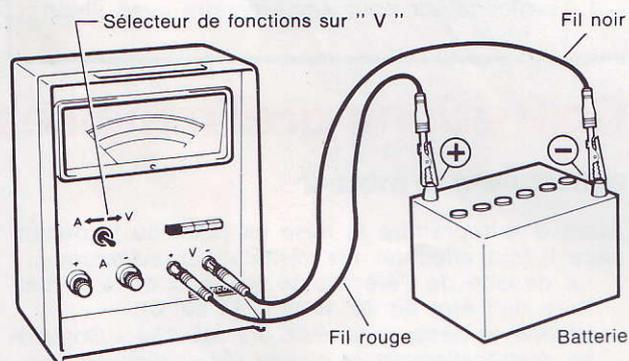

Figure 2
1. Mettre le commutateur du X 530 sur la position V comme indiqué sur la figure 2.
2. Brancher l'appareil sur la batterie comme sur la figure 2 en respectant les polarités. Certaines bornes de batterie sont équipées de prises femelles \varnothing 4 mm. Dans ce cas retirer les pinces "crocodiles" aux extrémités des cordons venant du X 530 et brancher ceux-ci directement sur les bornes au moyen des fiches.